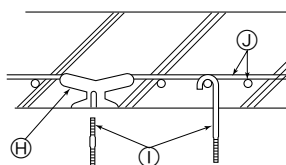
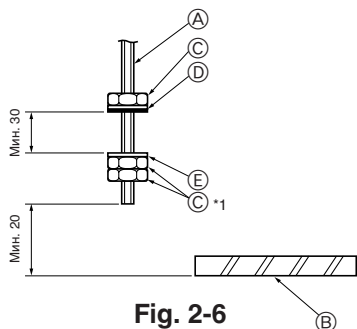

Fig. 2-5
Fig. 2-6
② Железобетонные конструкции (Fig. 2-5)
- ① Потолочная панель
- ② Стрипило
- ③ Балка
- ④ Балка крыши
- ⑤ Используйте вставки с рейтингом 100-150 кг каждая (приобретаются на месте)
- ⑥ Навесные болты M10 (3/8") (приобретаются на месте)
- ⑦ Стальной стержень для укрепления
- ⑧ Канал С
- ⑨ Подвесная скоба канала
- ⑩ Подвесной болт M10
2.4. Порядок подвешивания прибора (Fig. 2-6)